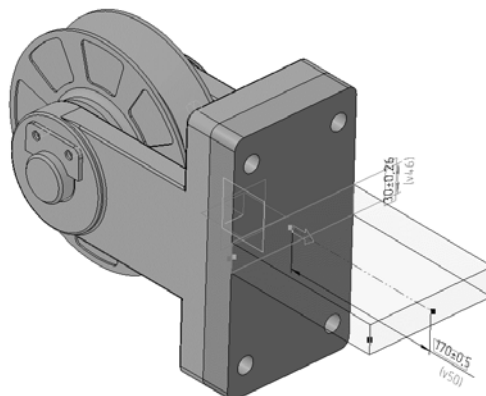

Рис. 52. Операция «Выдавливание» опорной площадки
- 3.2.7 Выдавите эскиз  в прямом направлении на расстояние l (в соответствии с вариантом) (рис. 52).